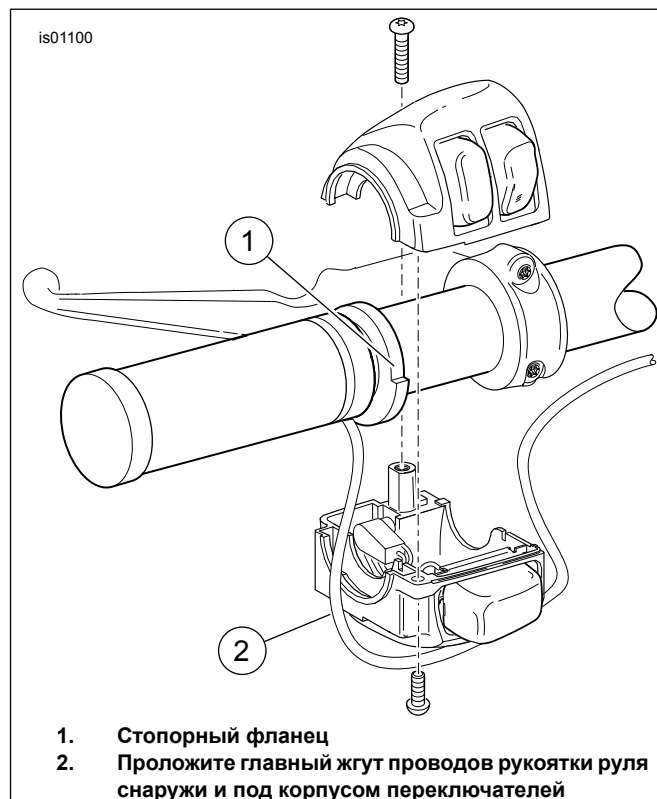

Рисунок 1. Рукоятка руля с подогревом (левая сторона)
9. См. Рисунок 1. Расположите левую рукоятку на руле таким образом, чтобы стопорный фланец (1) можно было установить в нижний корпус переключателей (2).